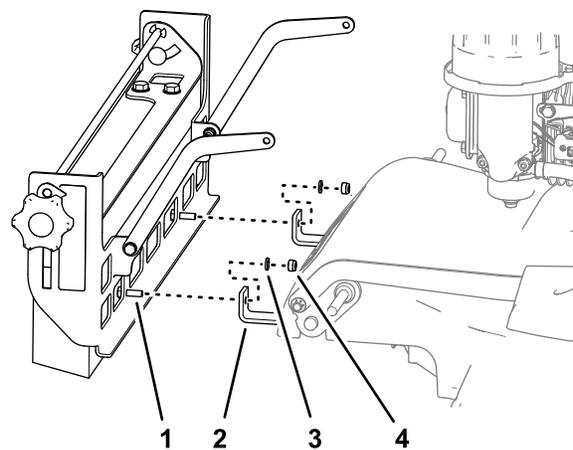

**Figure 10**
1. Insérez une vis (6 x 20 mm) assortie d'une rondelle (6 mm) dans le trou sur le support de montage de la brosse (Figure 10).
2. Insérez l'autre vis (6 x 20 mm) assortie d'une rondelle (6 mm) dans l'autre trou sur le support de montage de la brosse (Figure 10).